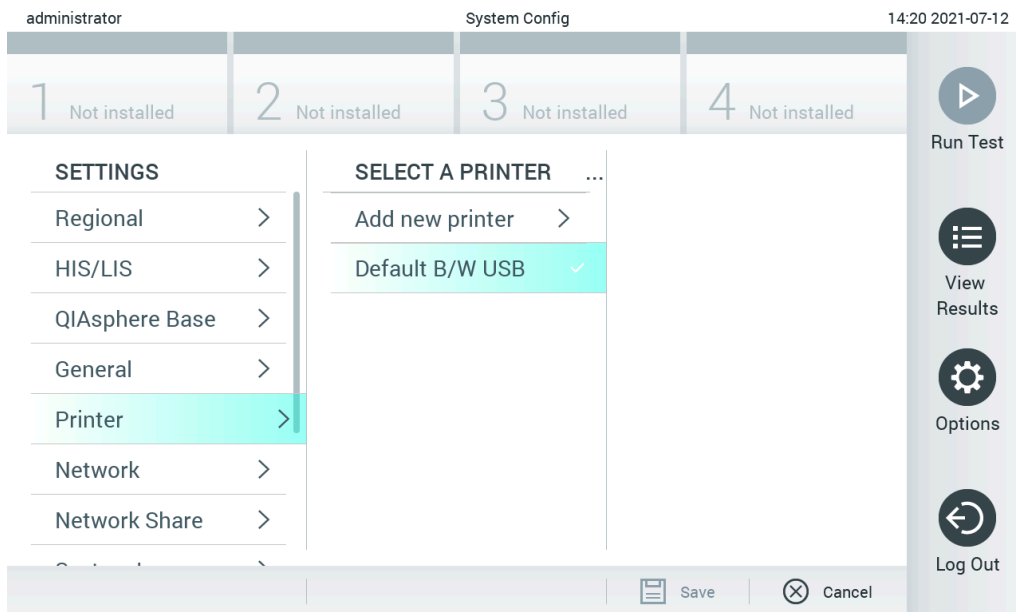

Figura 99. Instalação da impressora com driver padrão
2. Selecione a impressora padrão chamada Default B/W USB (USB padrão P/B) (Figura 99)